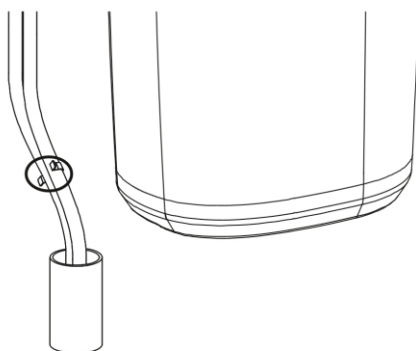
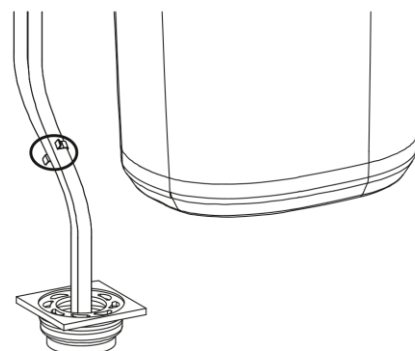

Fig. 1
Fig. 2
- Controleer na het voltooien van de installatiestappen in stap 4 of de bypass in de bedrijfsmodus "Watertoevoer" (service) staat (Fig. 1). Als de bypass in de bedrijfsmodus "Bypass" staat (Fig. 2), trek dan de drukstang in de bedrijfsmodus "Watertoevoer" (Fig. 1).
7. Behandeling van bypasskleppen in speciale gevallen: Bij een apparaatstoring of andere bijzondere omstandigheden kan de bypassklep van de machine in de bypassstand worden gezet (duw de trekstang naar de bedrijfsstand zoals getoond in Fig. 3). U kunt tijdelijk rechtstreeks gebruik maken van de gemeentelijke watervoorziening. Nadat de storing of het probleem is verholpen, zet u de bypassklep in de bedrijfsstand (duw de trekstang in de stand zoals getoond in Fig. 2) om de toevoer van zacht water te herstellen.